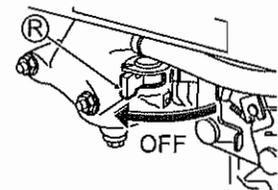

Fig. 16
3 Placez le Robinet de carburant (R) sur "OFF" (ARRÊT). (Voir Fig. 16)